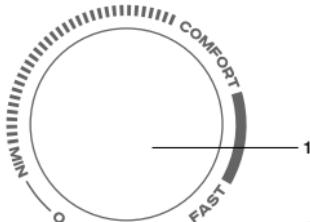

Рис. 6
3. Поверните ручку термостата (см. рис. 6) по часовой стрелке и установите желаемую температуру нагрева воды. Температуру нагрева воды можно установить в диапазоне от +35 °C (±5 °C) до +75 °C (±5 °C) (крайнее правое положение ручки термостата).